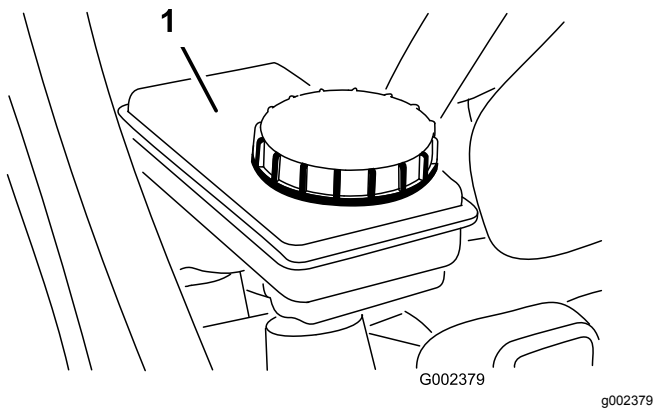

Bild 73
5. Prüfen Sie den Bremsflüssigkeitsstand im Behälter (Bild 72 und Bild 73).
- A. Reinigen Sie den Bereich um den Behälterdeckel (Bild 73).
- B. Nehmen Sie den Behälterdeckel ab (Bild 73).
- C. Füllen Sie Bremsflüssigkeit der angegebenen Sorte bis zur Voll-Markierung am Behälter ein (Bild 73).
- D. Schrauben Sie den Deckel auf (Bild 73).